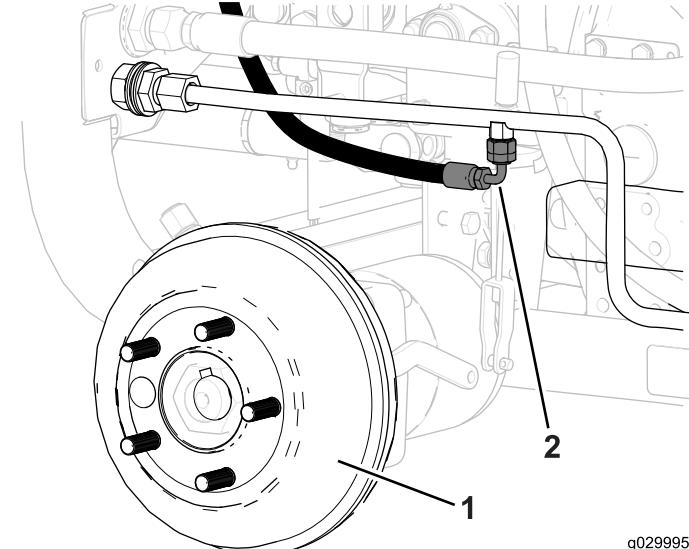

Figura 16
- Ligue a união do tubo (90 graus) no tubo hidráulico comprido à união hidráulica na linha hidráulica (Figura 16)